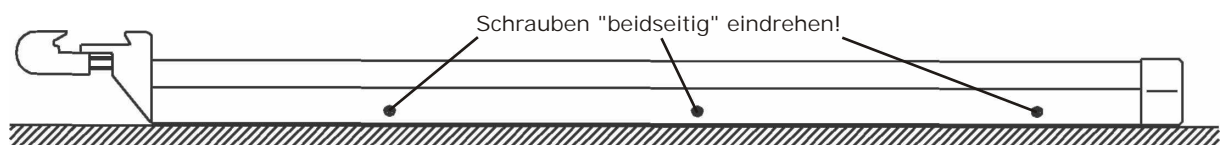

Bild 4: Fixierung und Befestigung der Spannschienen auf den Montageprofilen
E. Nun werden die Spannschienen mit den Montageprofilen an den dafür vorgesehenen Bohrlöchern fixiert (siehe Bild 4).